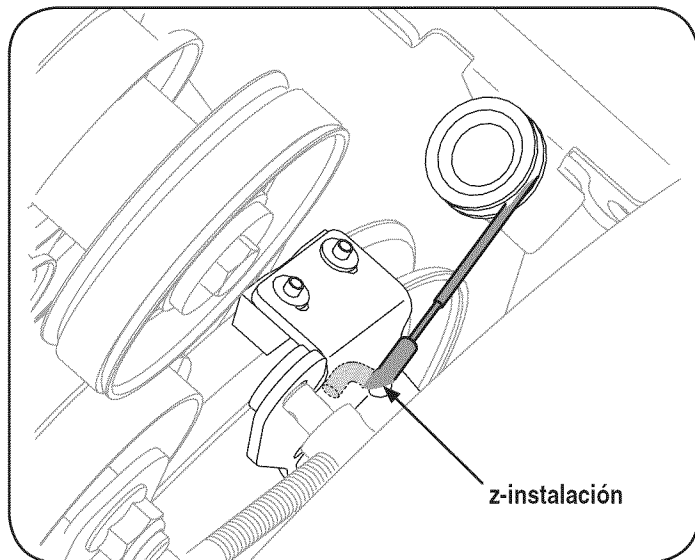

Figura 30
3. Tire la palanca del freno hacia el soporte de montaje del cable guía de rodillos y desenganche de la barrena de cable z-montaje. Vea la Figura 30.